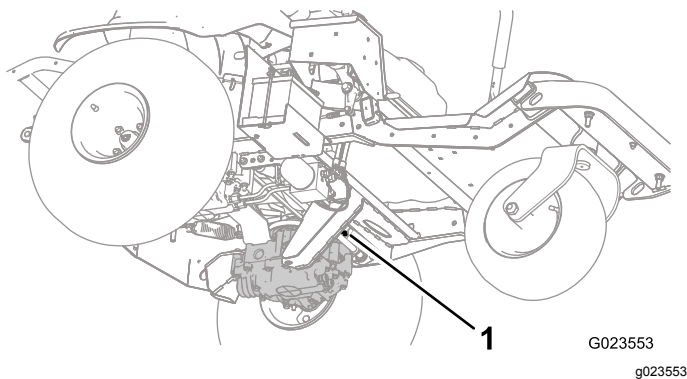
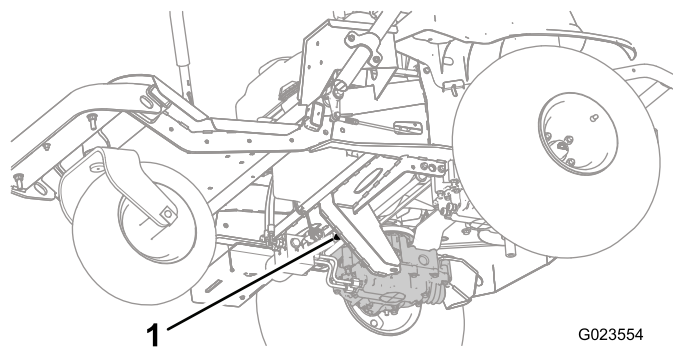
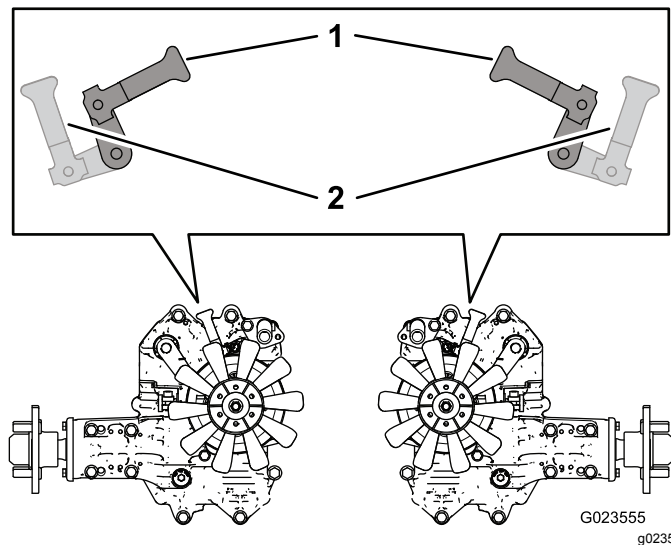

Figura 27
Figura 28
Figura 29
2. A partir da parte inferior da máquina, rode as alavancas da válvula de distribuição (Figura 27 e Figura 28) para que apontem para dentro, na direção do centro da máquina (Figura 29), e desengate o travão de mão; consulte Utilizar do travão de mão (página 23).
3. Quanto tiver terminado de empurrar ou rebocar a máquina, rode as alavancas da válvula de distribuição para que apontem para a parte da frente da máquina, para permitir a condução da máquina (Figura 29).